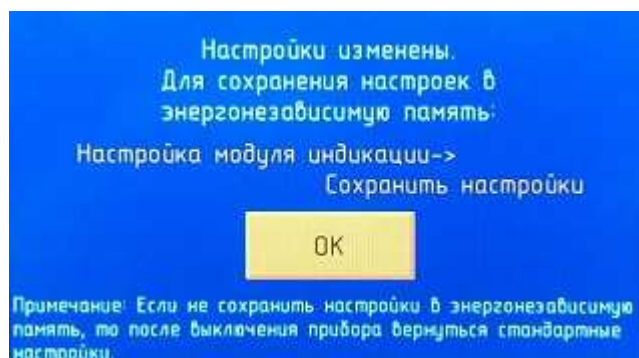

Рисунок 15 - Сообщение о сохранении настроек
3.6.3.6 По завершении настроек нажать "Назад" для возврата в Основное меню, после чего появится сообщение с информацией о сохранении сделанных настроек (рис. 15). Нажатие кнопки "ОК" не является подтверждением сохранения настроек, а только лишь закрывает данное сообщение.
3.6.4.7 По окончании всех настроек нажать "Назад" для выхода в основное меню (рис. 6). Перед тем как появится основное меню появится информационное сообщение (рис. 15) с предупреждением о необходимости сохранения сделанных изменений в настройках. Нажатие кнопки "Ок" на данном сообщении не является подтверждением сохранения настроек. Чтобы записать сделанные настройки в память модуля необходимо в основном меню (рис 6). Нажать пункт "Сохранить настройки" и подтвердить действие нажатием кнопки "Да", после чего произведется запись настроек в память устройства.